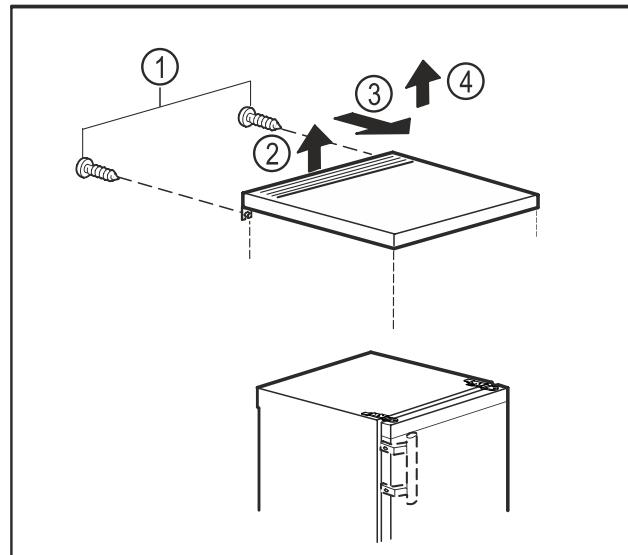

Fig. 6
- Викрутіть гвинти на задній панелі. Fig. 6 (1)
- Підніміть стільницю ззаду. Fig. 6 (2)
- Посуньте стільницю вперед. Fig. 6 (3)
- Підніміть стільницю вгору. Fig. 6 (4)